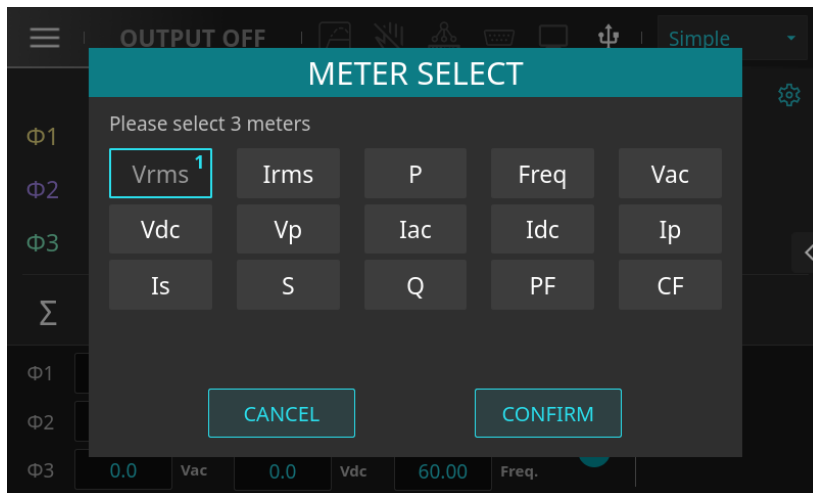

图 4-11 取消量测参数 "Irms"、"P" 页面
2. 点选欲更换的参数 "Irms"、"P", 如图 4-11 所示。
4. 按下 "CONFIRM" 键, 回到主画面, 量测参数已更新, 如图 4-11 所示。